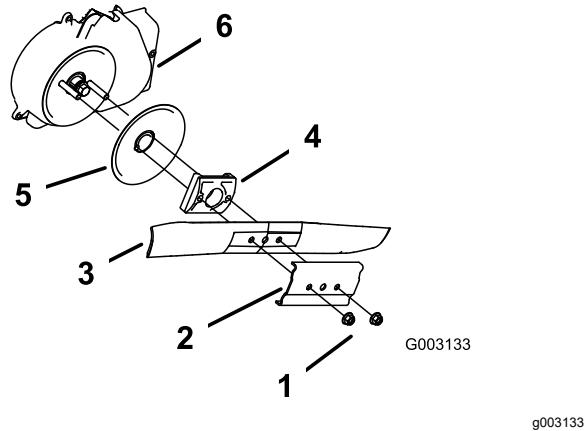

Bild 33
3. Entfernen Sie die beiden Messermuttern und die Verstärkung (Bild 33).
4. Nehmen Sie das Messer heraus (Bild 33).
5. Bauen Sie das neue Messer ein (Bild 33).